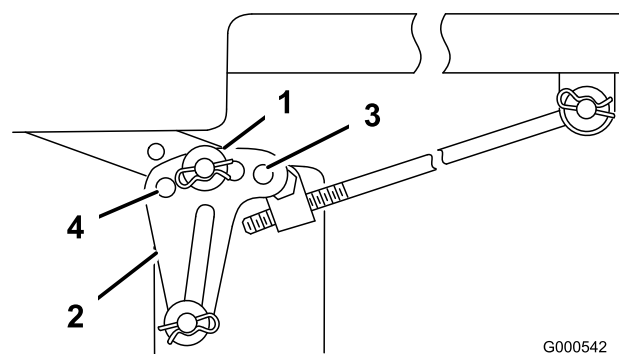

Figura 54
6. Retire el pasador y la arandela del soporte de nivelación (Figura 54).
7. Para nivelar la(s) cuchilla(s), vuelva a colocar el/los soporte(s) de nivelación en un taladro diferente y vuelva a colocar la arandela y el pasador. (Figura 54). Los taladros delanteros bajan la altura de la cuchilla y los taladros posteriores elevan su altura. Ajuste ambos lados según sea necesario.